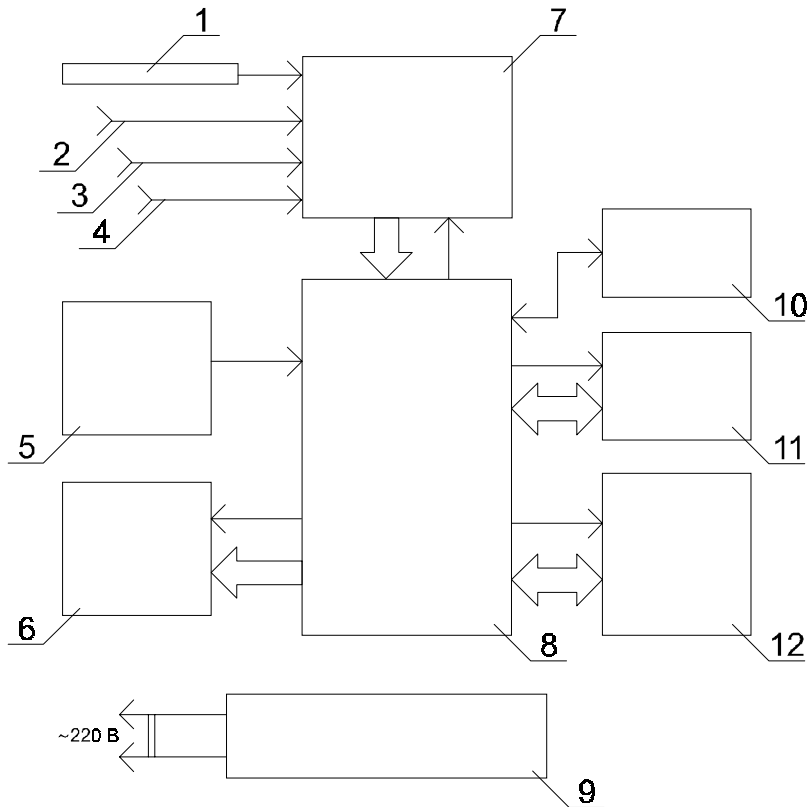

Рис.6. Прибор МУЛЬТИТЕСТ ИПЛ-113. Схема функциональная.
3.2.2. Функциональная схема прибора приведена на рис.6.